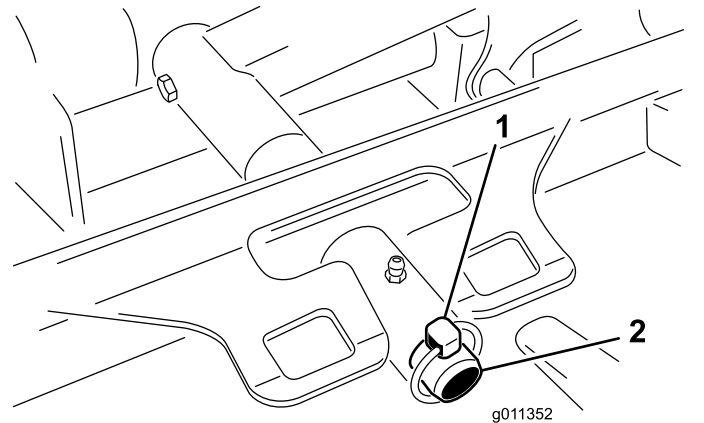

Bild 72
3. Entfernen Sie den Klappstecker (für Groundsmaster 4500-Maschinen) oder die Befestigungsmutter (für Groundsmaster 4700-Maschinen), mit dem bzw. der der Mähwerkträgerrahmen am Lagerbolzen des Hubarms befestigt ist (**Bild 72**).
2. Schieben Sie den Trägerrahmen des Mähwerks auf den Lagerbolzen des Hubarms (Bild 72). Befestigen Sie das Mähwerk mit dem Klappstecker (für Groundsmaster 4500-Maschinen) oder der Befestigungsmutter (für Groundsmaster 4700-Maschinen) am Lagerbolzen.